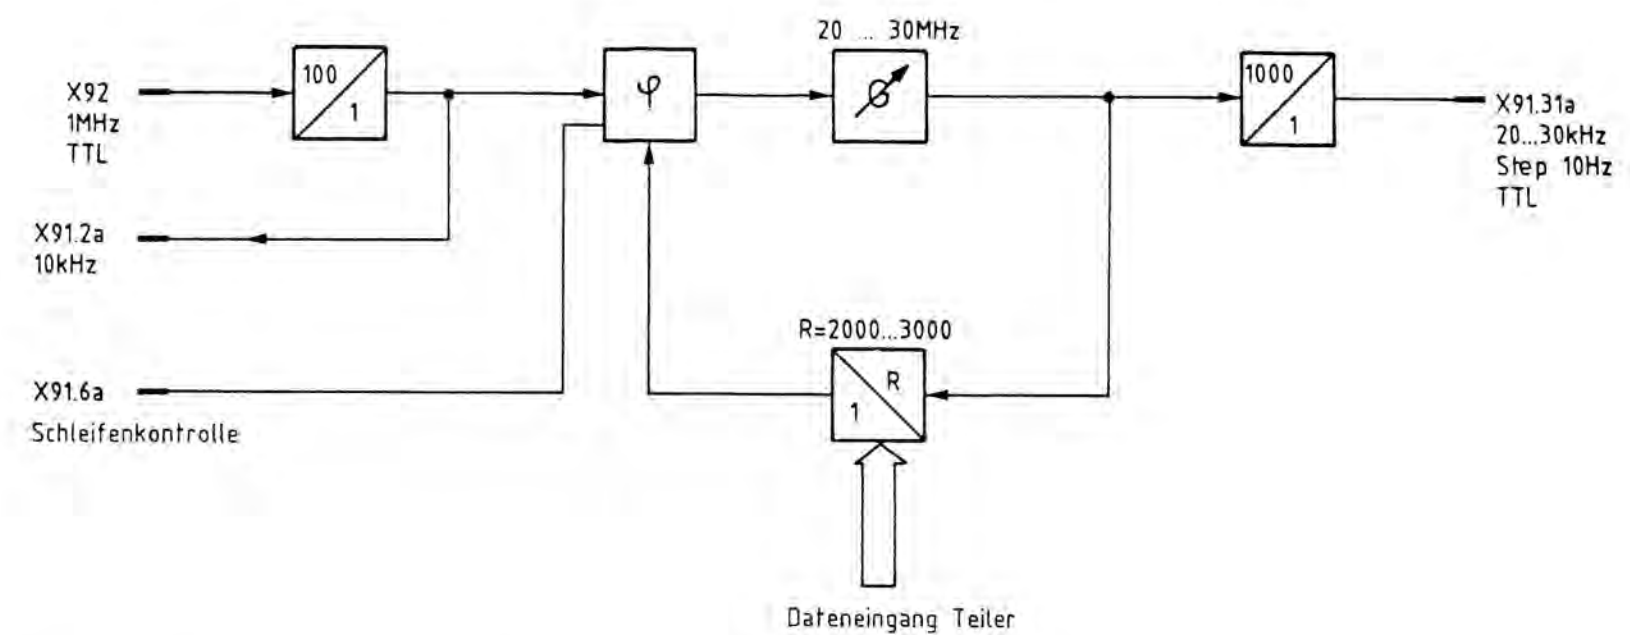

Bild 5-2 Blockschaltbild Interpolationsoszillator 1 Hz
5.1. Funktionsbeschreibung (Hierzu Stromlauf 348.3677 S und Bild 5-2)